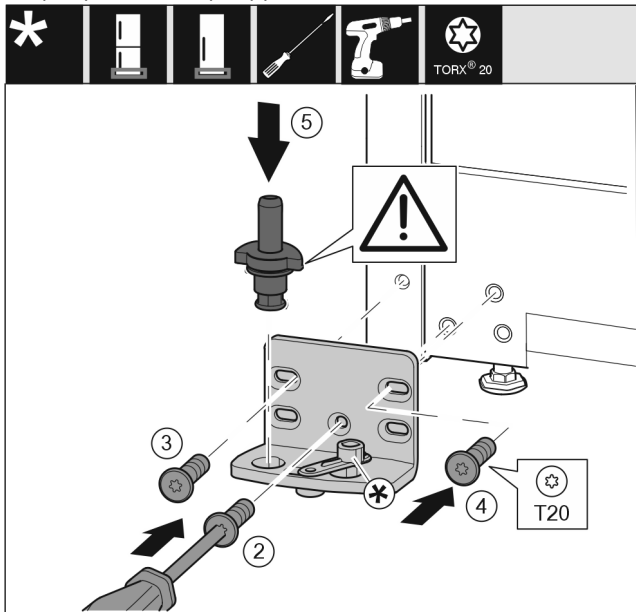

Fig. 15
- Установите опорный кронштейн с другой стороны и прикрутите с помощью отвертки. Начиная с винта Fig. 15 (2) снизу в центре.
- Затяните винт Fig. 15 (3) и винт Fig. 15 (4).
- Снова установите опорный палец Fig. 15 (5) в сборе. При этом проследите за тем, чтобы выступ фиксатора был направлен назад.